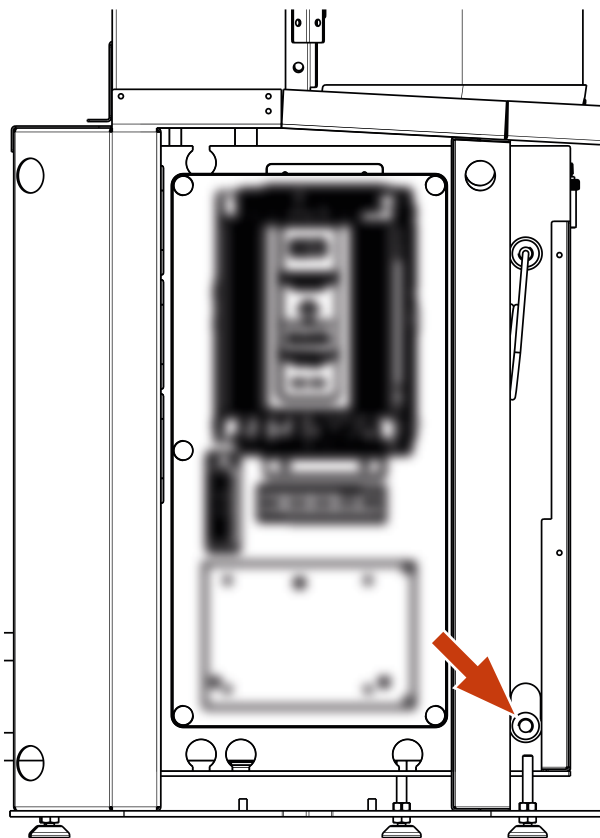

Abb. 23: Wärmepumpe hydraulisch entleeren
- ▶ Restliches Wasser in der Wärmepumpe am dafür vorgesehenen KFE-Hahn entleeren → siehe Abb. 23